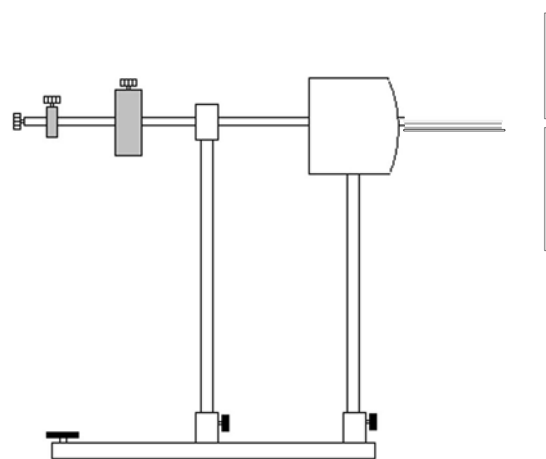

Fig. 1 : Détermination du moment d'inertie du disque circulaire
- Construisez le gyroscope comme le montre la figure 1 et mettez-le en équilibre.